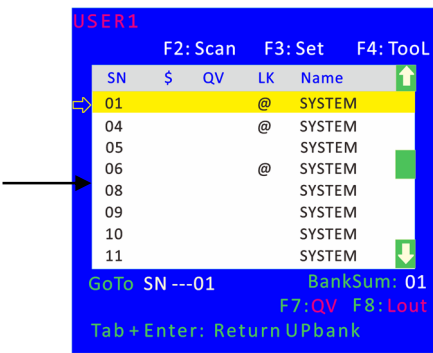

图 4-1.5
- 2.由[User1] 用户登入 OSD 菜单（图 4-1.5）所示